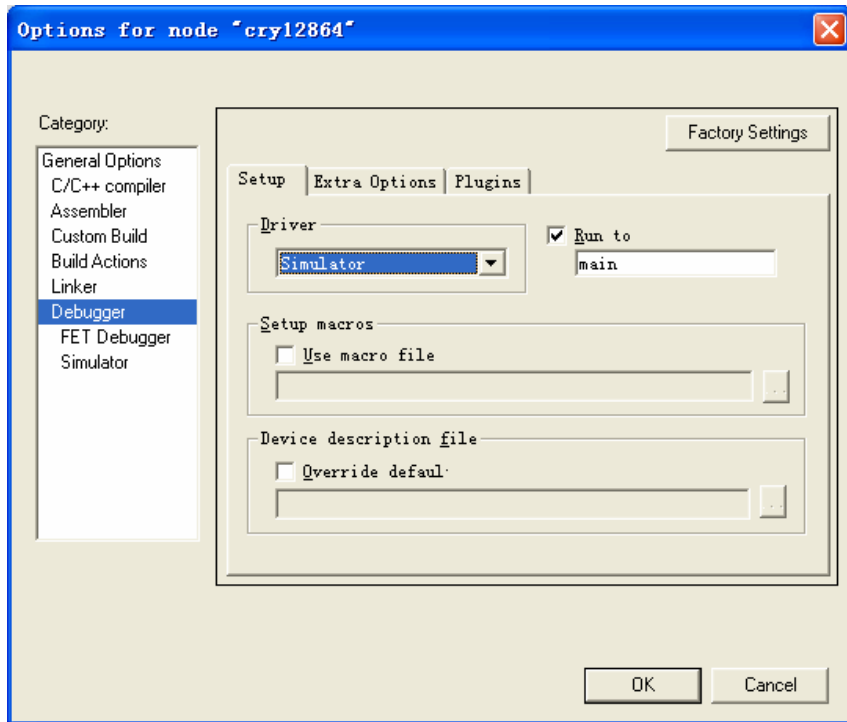

图 2.9
10、第二步，单击 Category 下面的 Debugger，看到如图 2.9 所示的画面。单击 Driver 下面文本框右侧的黑色下拉箭头，可以看到有两个选项： Simulator 和 FET Debugger。选择 Simulator 可以用软件模拟硬件时序，实现对程序运行的仿真观察；选择 FET Debugger 后，则需要将通过仿真器将 PC 上的软件与开发板上的 MCU 进行连接，然后就可以进行硬件仿真了。